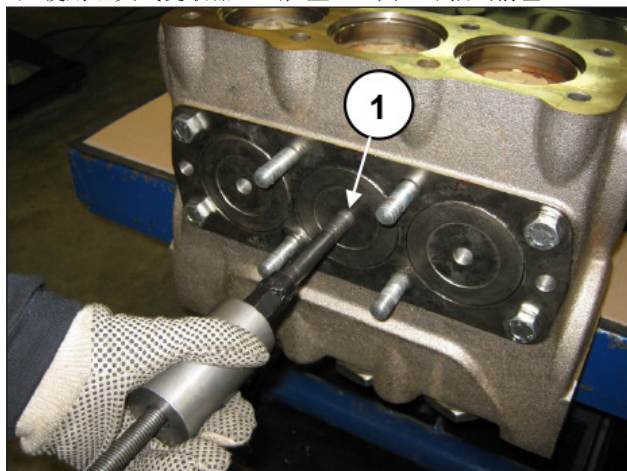

图 91
C) 使用锤头式提取器M16(位置①, 图 91)抽出前塞。